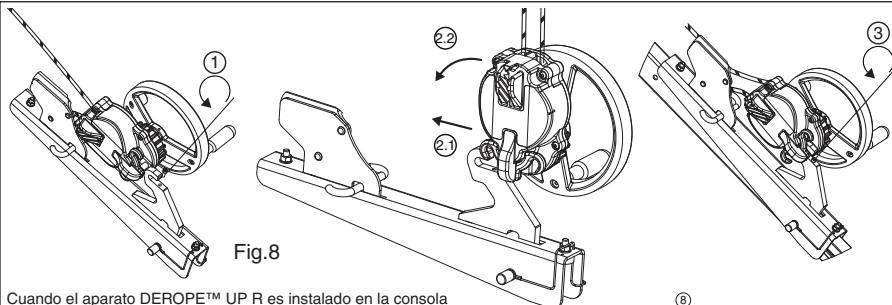

Fig. 8
### 6.3.4 Aparato DEROPE™ UP R (Fig. 8, 9 y 10)
El aparato DEROPE™ UP R debe ser fijado en la pata del trípode TRACPODE™ de Tractel® como está indicado en la Fig. 8. Cualquier otra fijación en otro punto del trípode TRACPODE™ de Tractel® está prohibida.
1. Destornillar el tornillo de bloqueo del gancho de enganche de la consola para aparato DEROPE™ UP R (Fig. 8, 1).
2. Colocar el aparato DEROPE™ UP R en el gancho de enganche (Fig. 8, 2.1 – 2.2).
3. Volver a atornillar el tornillo de bloqueo para impedir que el aparato se despegue de su consola (Fig. 8, 3) y verificar que está bien colocado y apretado.